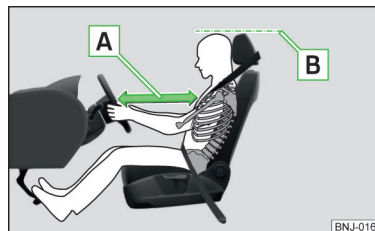

Fig. 1
- ✓ Reglați volanul astfel încât distanța **A** dintre volan și torace să fie de cel puțin 25 cm » fig. 1. Reglarea volanului » pagina 10, Reglarea poziției volanului.
- ✓ Reglați tetiera astfel încât marginea superioară a tetierei să se afle, pe cât posibil, la aceeași înălțime cu partea superioară a capului dumneavoastră1) **B** » fig. 1.
- ✓ Reglați tetiera astfel încât marginea superioară a tetierei să se afle, pe cât posibil, la aceeași înălțime cu partea superioară a capului dumneavoastră1)  » fig. 1 la pagina 9.
- ✓ Reglați tetiera astfel încât marginea superioară a tetierei să se afle, pe cât posibil, la aceeași înălțime cu partea superioară a capului dumneavoastră  » fig. 1 la pagina 9.